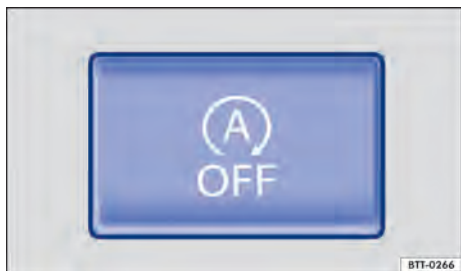

Fig. 178 No console central : Tecla para o sistema Start-Stop.
- Pressionar o botão  no console central ⇒ **Fig. 178**.